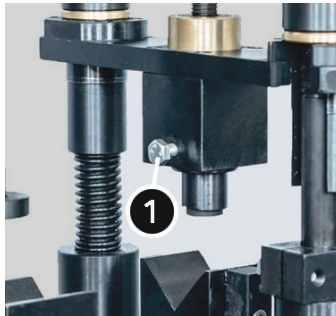

Рисунок 3
3. У разі необхідності заміни елементів ущільнювачів заправної форсунки 9 (рис. 1) її слід витягти з корпусу заправного механізму. Перед витяганням форсунки необхідно викрутити стопор поз. 1 рис. 3.